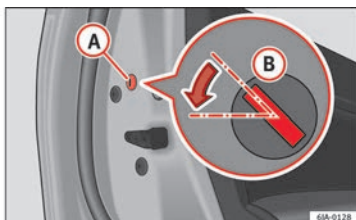

Bild 4 Bakdörr: manuell låsning
- Ta av locket **A** » » bild 4.